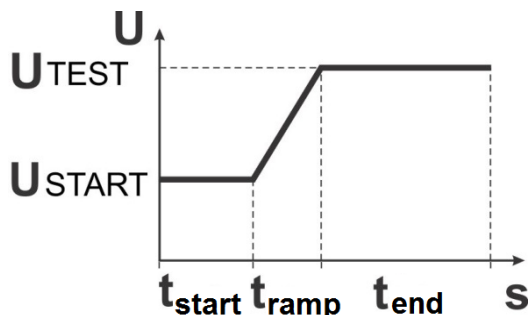

Figura 4.16: Diagramma tensione / tempo dei valori programmabili AC HV
Nel test programmabile AC HV è possibile impostare la dipendenza temporale dell'alta tensione (HV) in base allo schema *Figura 4.16*.